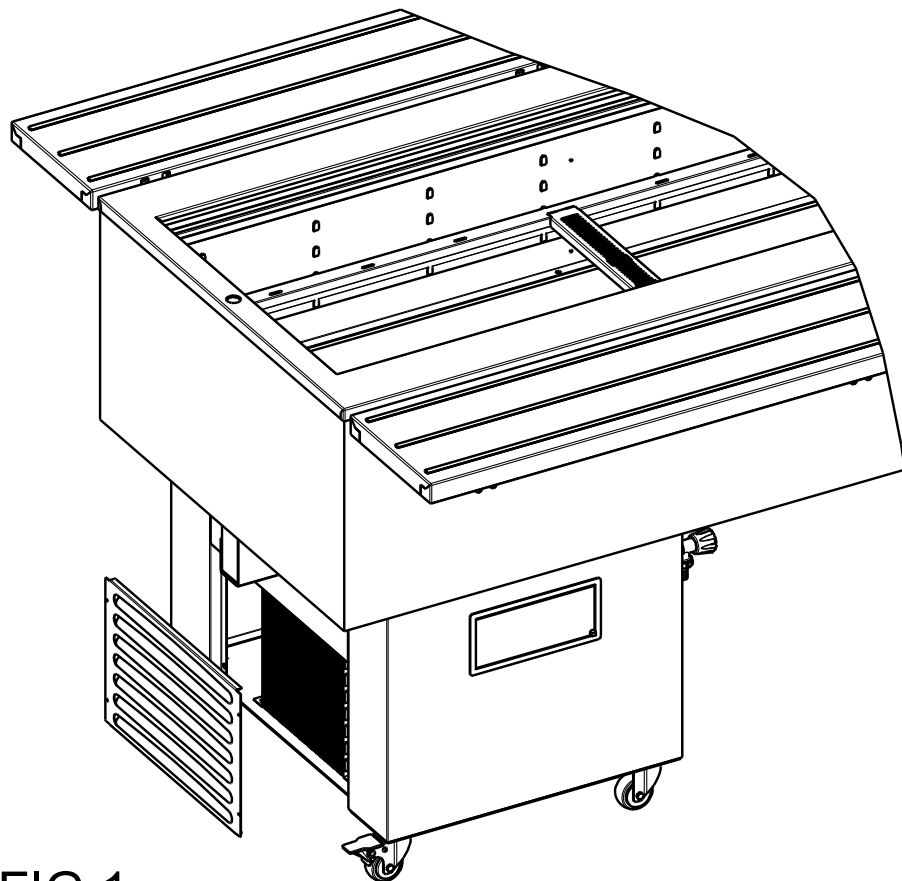

FIG.1
1. Togliere l'alimentazione elettrica, agendo sull'interruttore a protezione della presa e sfilando poi la spina dalla presa stessa. 2. Togliere la griglia di protezione del condensatore posta nella parte posteriore della macchina. 3. Con un pennello eliminare lo strato di pulviscolo dalle alette del condensatore. 4. Con l'aspirapolvere togliere la polvere residua. 5. Ripristinare il tutto procedendo in senso inverso (vedi Fig.1).